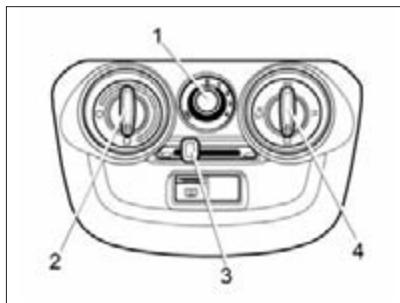
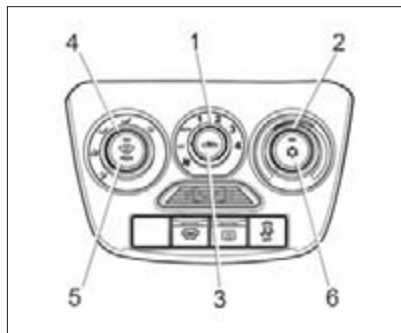

Рис. 40. Блок управления
Рис. 42. Блок управления климатической системой (в вариантном исполнении)
Отопительно-вентиляционная установка автомобиля предназначена для создания в салоне комфортной температуры воздуха, значение которой регулируется блоком управления системой вентиляции и отопления (рис. 40). Однако она не может обеспечить в салоне температуру ниже, чем имеет наружный воздух.
- **рукоятку 2** (см. рис. 40) повернуть по часовой стрелке в крайнее правое положение до упора (синяя точка на блоке управления), а **в вариантном исполнении (см. рис. 42)** повернуть против часовой стрелки в крайнее левое положение синей зоны;
- **рукоятку 1** (см. рис. 40) переключателя режимов работы электровентилятора отопителя
- **рукоятку 2** (см. рис. 40) повернуть против часовой стрелки в крайнее левое положение до упора (красная точка на блоке управления), а **в вариантном исполнении (см. рис. 42)** повернуть по часовой стрелке в крайнее правое положение красной зоны;
- **рукоятку 1** (см. рис. 40) переключателя режимов работы вентилятора поставить на скорость в зависимости от степени запотевания стекол.
- **рукоятку 4** (см. рис. 40) установить в положение · ;
– **рукоятку 1** (см. рис. 40) переключателя режимов работы вентилятора отопителя поставить на максимальную скорость подачи воздуха в салон.
– **рукоятку 2** (см. рис. 40) повернуть против часовой стрелки в крайнее левое положение до упора (красная точка на блоке управления), а **в вариантном исполнении (см. рис. 42)** по часовой стрелке в крайнее правое положение красной зоны;
– **рукоятку 4** (см. рис. 40) установить в положение ;
исполнении (см. рис. 42) режим рециркуляции включается и выключается **кнопкой 3**.
В вариантном исполнении автомобиль комплектуется климатической установкой (рис. 42). Климатическая установка имеет режим кондиционирования, автоматический режим поддержания заданной температуры воздуха в салоне и автоматический режим очистки ветрового стекла.
системой вентиляции и отопления (см. рис. 40), логика и алгоритмы управления, описанные выше для системы вентиляции и отопления, верны и для климатической установки. Кроме того, климатическая система позволяет обеспечивать охлаждение воздуха, подаваемого в салон автомобиля, автоматический режим поддержания заданной температуры воздуха в салоне и автоматический режим очистки ветрового стекла.
2. Включите вентилятор, установив **рукоятку 1** (рис. 42) в одно из положений «1», «2», «3», «4» или «АВТО».
4. Включите максимальную скорость вентилятора климатической установки, установив **рукоятку 1** (см. рис. 42) в положение «4».
С помощью **рукоятки 2** (см. рис. 42) можно установить желаемую температуру воздуха в салоне. Климатическая система будет автоматически поддерживать установленную температуру воздуха в салоне в пределах производительности климатической установки и установленного допуска. Для наиболее эффективной работы в автоматическом режиме под-
При повторном нажатии **кнопки 5** (см. рис. 42) с символом  автоматический режим очистки ветрового стекла выключится и климатическая система вернется в исходное состояние.